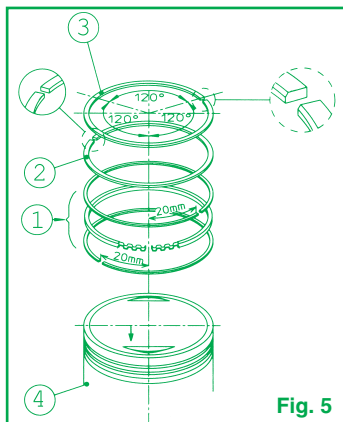

Fig. 5
l'élément supérieur en complétant le montage du racleur d'huile (Fig. 5 - Pc. 1).
- Monter le deuxième segment avec l'inscription tournée vers la partie supérieure du piston comme indiqué en Fig. 5 - Pc. 2.
- Insérer le premier segment de compression avec l'inscription tournée vers la partie supérieure du piston comme indiqué en Fig. 5 - Pc. 3.
- Mettre en place les segments comme indiqué Fig. 5.
- Vérifier à nouveau que les segments sont bien positionnés comme indiqué en Fig. 5.